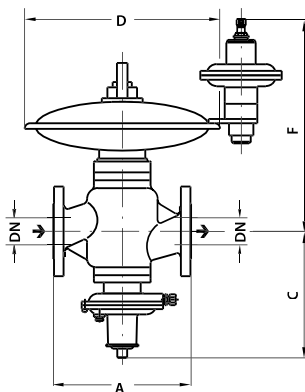

Рисунок 1. RB 4700 с ПЗК 8500
3.4 Внешний вид регуляторов показан на рис. 1 и 2, габаритные и присоединительные размеры приведены в таблице 5.